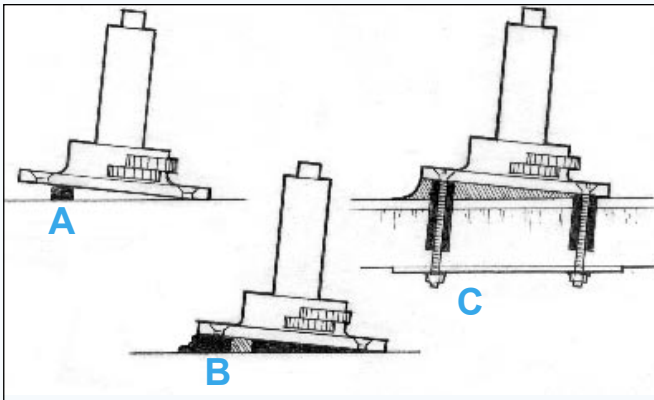

Abbildung 19 Bringen Sie das Fundament mit Hilfe eines Klötzchens auf die gewünschte Höhe und füllen Sie den Hohlraum mit angedicktem Epoxidharz auf.
2. Befestigen Sie Klötzchen an der Grundfläche, um die Unterseite des Beschlags auf die gewünschte Höhe anzuheben und anzupassen (z. B. an Deck angepaßtes Fundament, Abbildung 19„A“).
4. Positionieren Sie den Beschlag, stellen Sie ihn auf die Klötzchen (Abbildung 19„B“) und drehen Sie die Schrauben ein.
5. Verstreichen Sie das überschüssige Epoxidharz um das Fundament in die gewünschte Form der Hohlkehle (Abbildung 19„C“). Lassen Sie das Epoxidharz vollständig aushärten, bevor Sie den Beschlag belasten. Schützen Sie freiliegendes Epoxidharz vor UV-Strahlen. (Weitere Angaben finden Sie unter „Das Finish“ auf Seite 29).